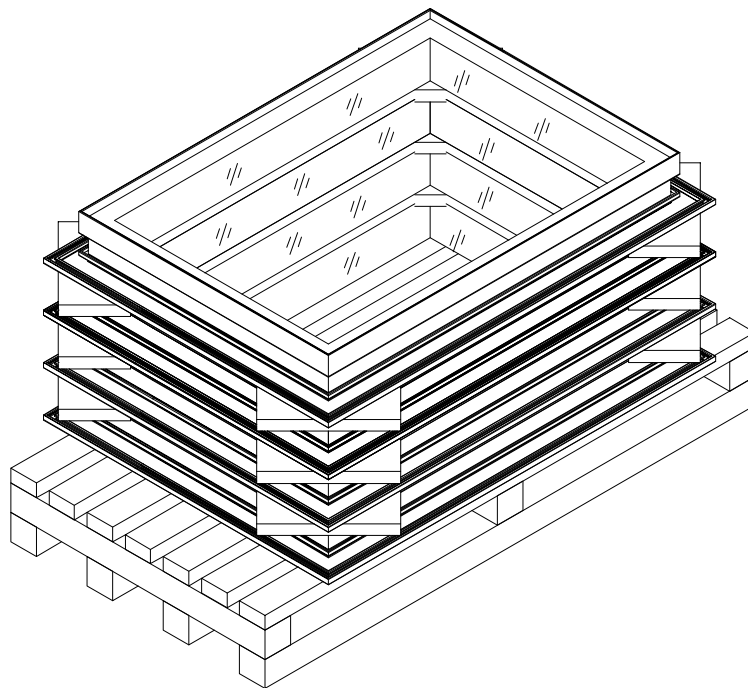

Рис.4
4. Положить подкладку из мягкого материала (например полифома) на каждый угол створки. Вытереть загрязнения от герметика сверху створки, особенно тщательно очистить зону для размещения подкладок. На готовую створку, поверх подкладок, допускается укладывать следующую створку и производить все выше описанные операции. Створки необходимо выдержать в таком положении, чтобы вулканизировался силиконовый герметик. Перемещать створки до вулканизации герметика запрещается! (Рис.4).